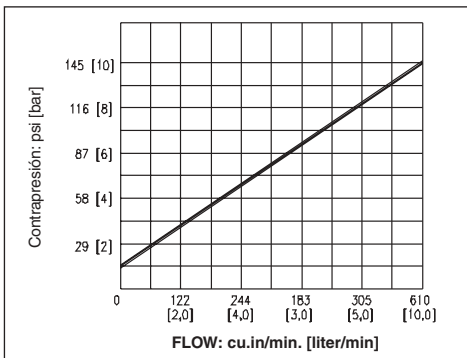

Figura 4, Contrapresión vs. restricción de flujo: F - G (ver figura 1)
**NOTA:** Al usar Control de flujo en circuitos de simple efecto, asegúrese de tomar en cuenta la contrapresión causada por el flujo de retorno (ver figura 4.). Esto puede hacer que los componentes de simple efecto retornen lentamente.